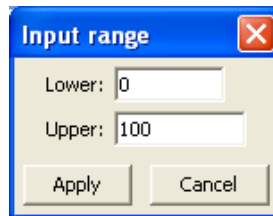

Рис. 1.2. Диапазон изменения значений переменной «Температура»
2) Зададим входные (измеряемые) и выходные (вычисляемые) переменные: для этого нужно выполнить команды *Fis, Inputs (Outputs), New inputs (New Outputs)*, в открывшемся окне задаем имя переменной, например, «Температура», открыв меню **Range**, указываем диапазон изменения значений этой переменной (рис. 1.2).